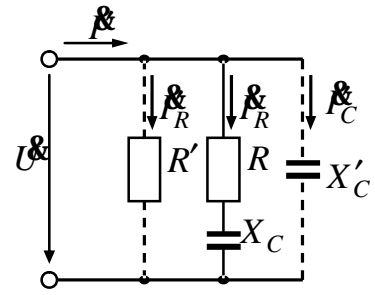

Рис. 3.8
**3.4.** В електричному колі синусоїдального струму з напругою живлення  $U = 100 \text{ В}$  (рис. 3.8) можливі два з'єднання елементів: послідовне з'єднання резистора  $R$  з конденсатором  $C$ , що володіє опором  $X_C$  (суцільні лінії), і паралельне з'єднання резистора  $R'$  з конденсатором  $C'$ , що володіє опором  $X'_C$  (пунктирна лінія). Визначити струми  $I$  і  $I'$  для кожного із кіл і відношення  $K_I$  між цими струмами, якщо опори  $R = R' = 3 \text{ Ом}$ ;  $X_C = X'_C = 4 \text{ Ом}$ .